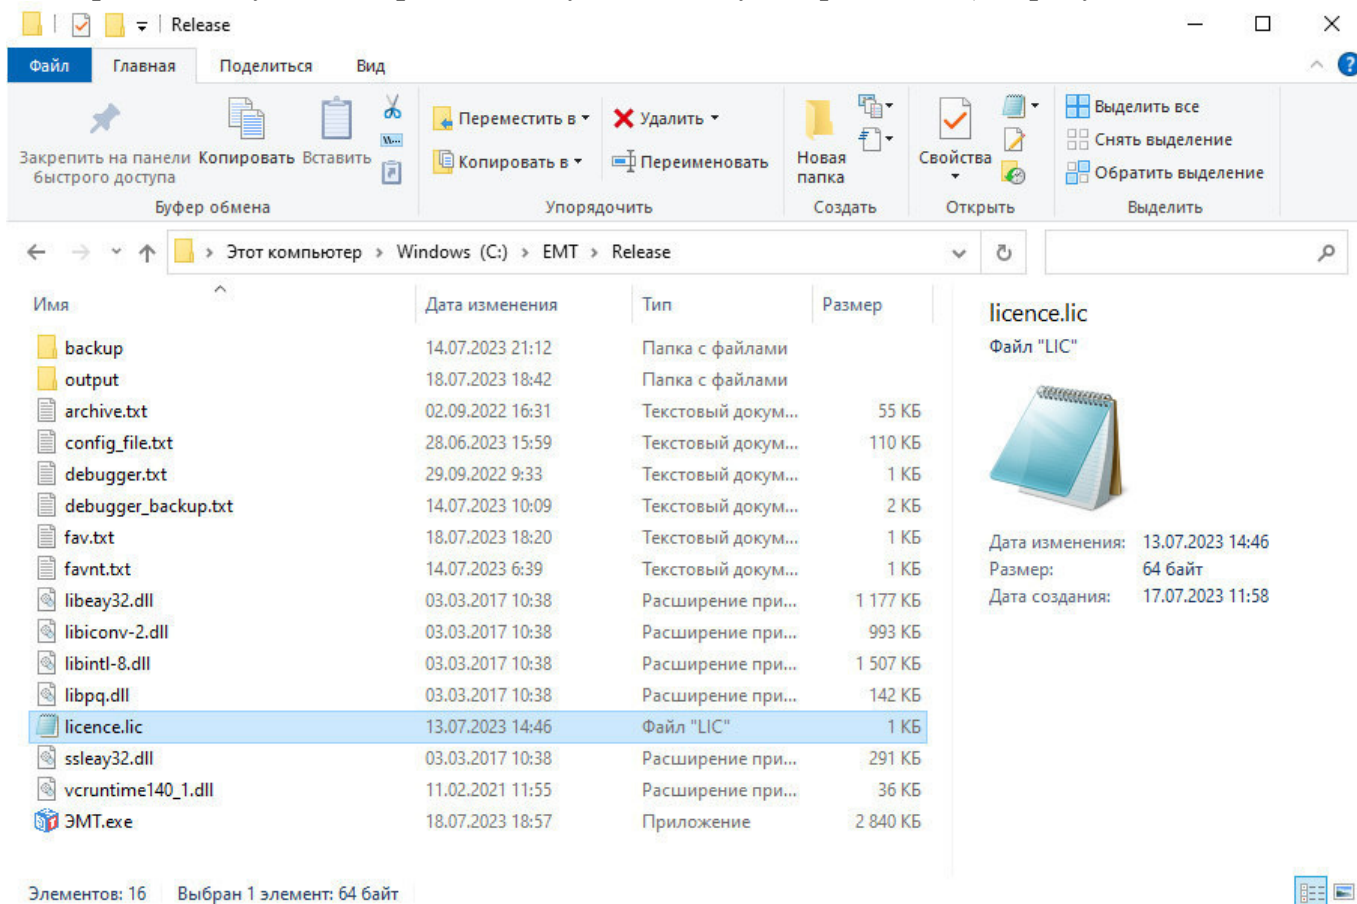

Рисунок 5 – Вид папки с файлом «licence.lic» в Проводнике ОС Windows
11) после получения по электронной почте файла лицензионного ключа «licence.lic», скопировать полученный файл в папку с ПО «Эмулятор ТПТС» (см. рисунок 5);